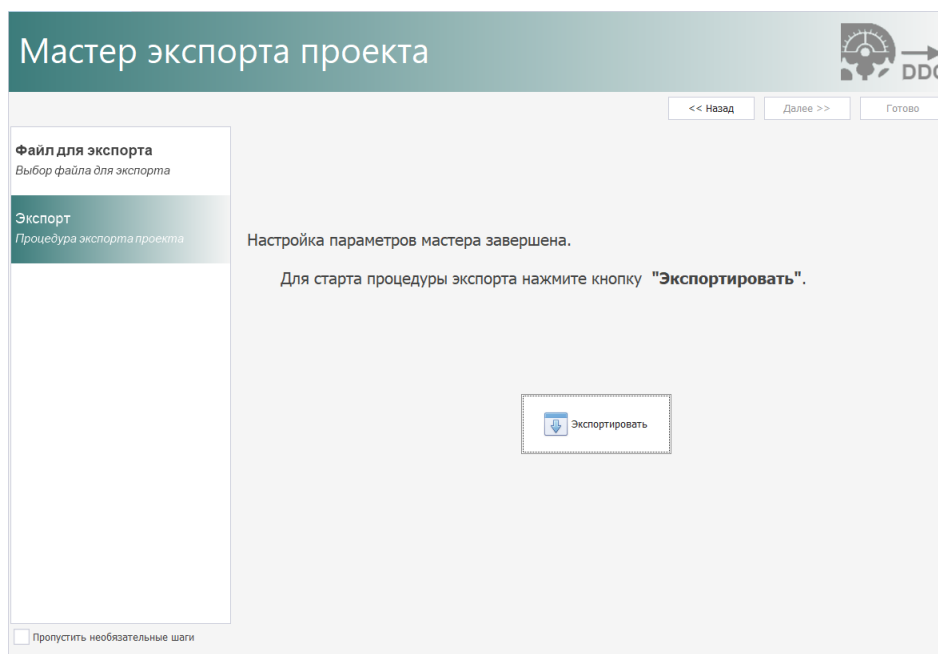

Рис. 73 Запуск процедуры экспорта
7. На следующем шаге нажмите «Экспортировать», Рис. 73.